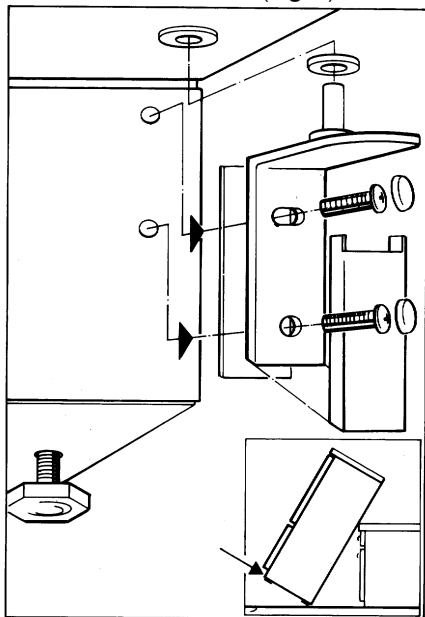

Fig. 5
- ☐ Verwijder het plastic beschermdopje van het onderscharnier (**Fig. 5**).
- ☐ Schroef het onderscharnier los (**Fig. 5**); verwijder de deur van de vriesruimte door hem naar beneden te schuiven.